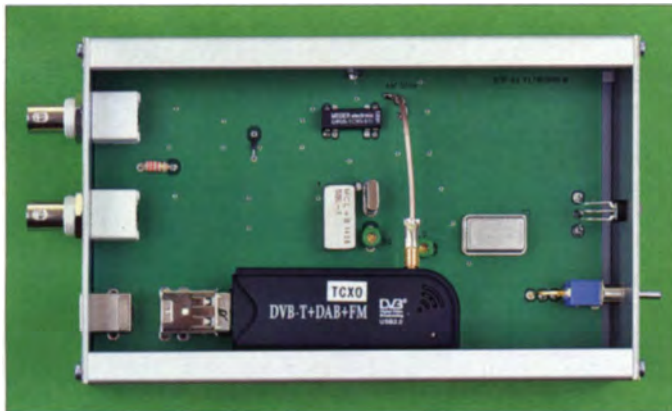

Bild 7: Der mit einem TCXO ausgerüstete DVB-T-Stick im geöffneten Gehäuse
Trotzdem kann diese temperaturabhängige Frequenzdrift bei hohen Frequenzen und schmalbandigen Sendarten wie Telegrafie (CW) oder Digimodes (z. B. WSJT) zu Problemen führen. Bei dem Anbieter [4] ist daher optional ein Stick erhältlich, der anstelle des Quarzes mit einem TCXO (temperaturkompensierter Quarzoszillator) bestückt ist und somit eine wesentlich höhere Temperaturstabilität besitzt (Bild 7).